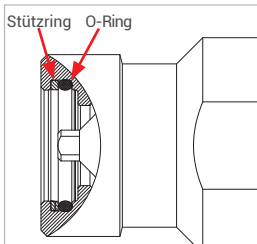

Abbildung 13
- ▶ Kontrollieren Sie vor dem Einsetzen des Nippelansatzes (Pos. 7) die beiden Dichtelemente (O-Ring und Stützring, *Abbildung 13*) auf korrekte Einbaulage, richtigen Sitz und Beschädigung. Wenn die Dichtungen beschädigt sind, tauschen Sie die Dichtungen aus. Beachten Sie hierzu das *Kapitel 8.4.1 Austausch der Dichtelemente im Nippelansatz (Pos. 7) auf Seite 63*.